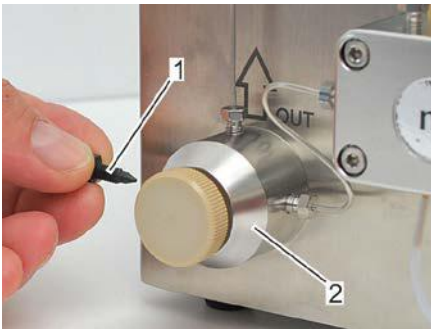

Abb. 39: Verschlussrändelschraube
7. Verschlussrändelschraube (Abb. 39/1) in Druckventileinheit (Abb. 39/2) bis zum fühlbaren Widerstand eindrehen.